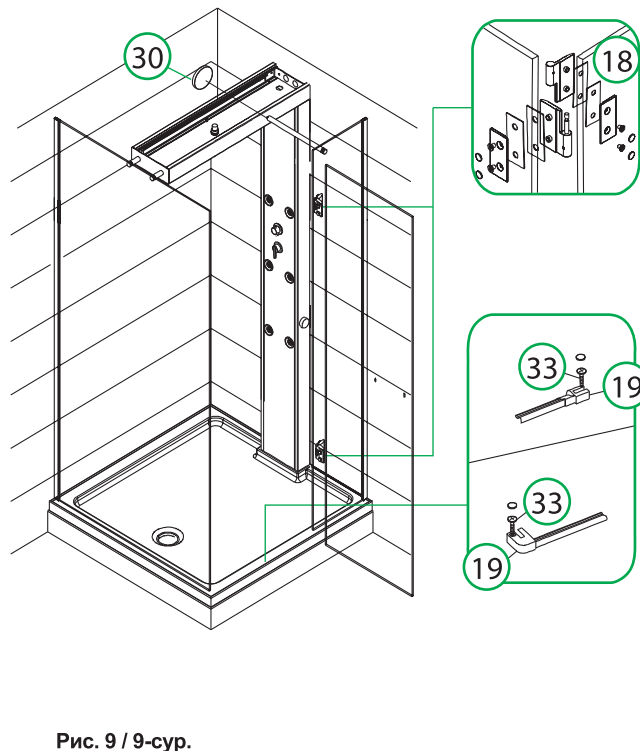

Рис. 9 / 9-сур.
- Установите стеклянную дверь и алюминиевый бортик (рис. 9). Для плотного смыкания магнитных уплотнителей произведите регулировку двери, изменяя положение петель.